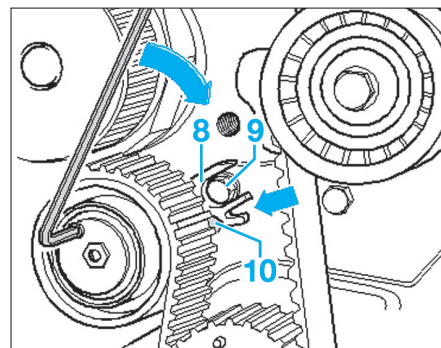

Fig. 12
- L'évidement de l'embase (8) doit se mettre à cheval sur la vis de fixation (9) (Fig.12).